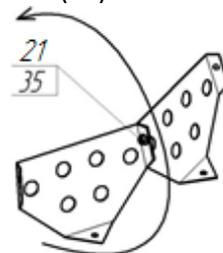

Рис. 16
3.11. Преодолевая усилие пружины (17), оттянуть фиксатор (4) вниз и повернуть емкость на удобный угол. Прикрепить лопасти (6) к емкости нижней (8) и емкости верхней (19), с помощью болтов (22), шайб (13) и гаек (35), при этом, шайбы установить с наружной стороны ёмкостей.
Возможна комплектация бетоносмесителя сборными лопастями (рис. 16). В этом случае необходимо две полу-лопасти скрепить между собой болтом (21) и гайкой (29). После установить в бетоносмеситель по направлению вращения ёмкости (указано на рис. 16 стрелкой) с помощью болтов (22), шайб (13) и гаек (35).